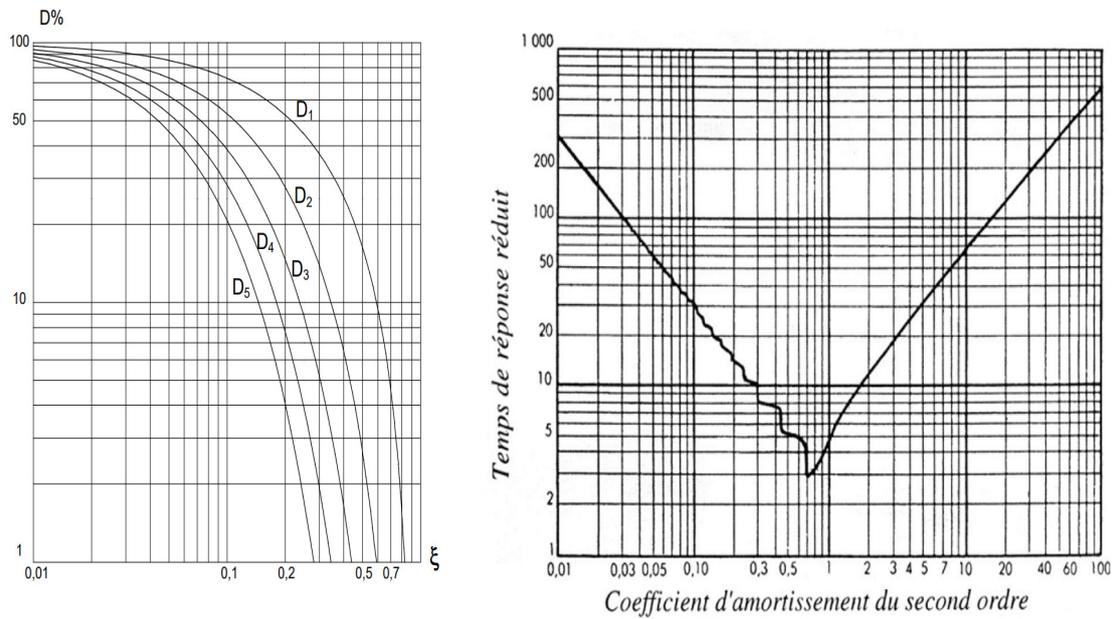

FIGURE 15 – Abaques du système 2^{ème} ordre
C.4.3- À partir des abaques Figure.15 (document Annexe 2 page 14), déterminer la valeur du temps de réponse $tr_5\%$ du système bouclé et les valeurs des dépassements $D_1\%$ et $D_2\%$.